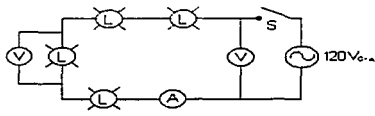

Figura 3
9. Armar el siguiente circuito mixto de la figura 3.